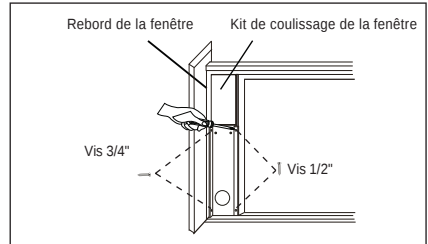

Fig. 20
3. Fermez complètement la guillotine coulissante contre le kit de coulissage de la fenêtre. (Fig. 20)
4. Fixez deux vis 1/2 po pour maintenir le kit de coulissage de la fenêtre à la guillotine de la fenêtre. (Fig. 20)
5. Fixez deux vis 3/4 po pour maintenir le kit de coulissage de la fenêtre au rebord de la fenêtre. (Fig. 20)